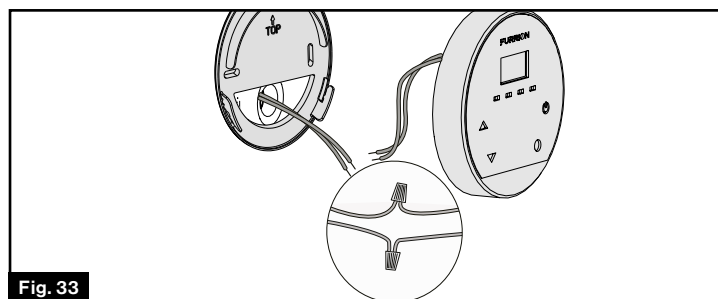

Fig. 33
2. Connectez les deux fils bleus de la commande murale à l'appareil directement ou avec les fils de rallonge. (Les fils de la commande murale sont bleus et la polarité n'a pas d'importance.) (Fig. 33)